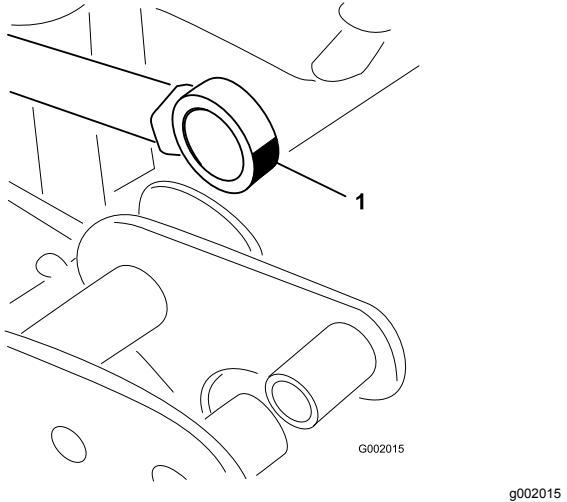

Figura 67
5. Gire la rótula y aplique grasa al cojinete (Figura 67).